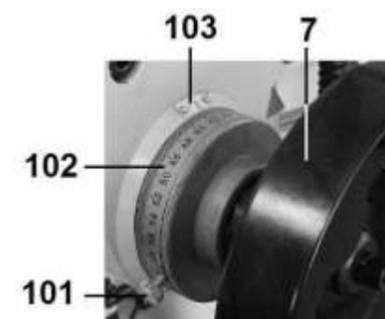

Рис.39
- удерживая маховик (7), ослабить винт крепления (101), обнулить лимб (102) по шкале нониуса (103) и зафиксировать винтом крепления (101);
- расстояние фрезеруемого материала контролируется по шкале лимба (102), (1 деление = 0,02 мм) (Рис. 39).